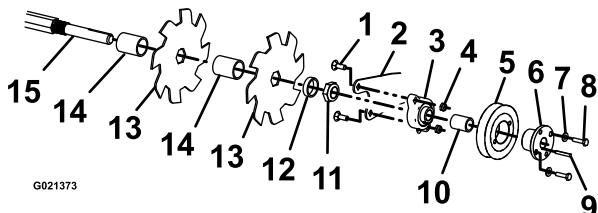

Figura 26
9. Retire los 4 pernos de cuello cuadrado y las contratuerca que sujetan el conjunto de las cuchillas (Figura 26) y retírelo del soporte de montaje de la horquilla.
10. Retire los 2 pernos y las arandelas que sujetan la polea al cojinete. Afloje los tornillos de fijación del cojinete y retire la chaveta del eje (Figura 26). Retire las fijaciones del cojinete del soporte de montaje de la horquilla, y retire el cojinete y la polea.